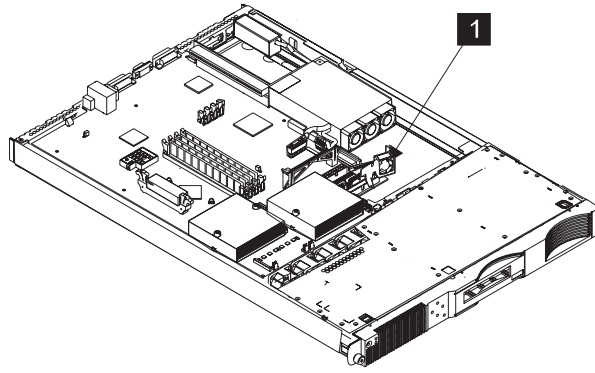

図 170. SAN ポリウム・コントローラー 2145-4F2 ディスク・ドライブ・ファンの取り外し
5. ディスク・ドライブ・ファンの右側を前方にスライドさせて、585 ページの図 170 で示すように、ファン・アセンブリー全体 **1** を取り外します。次にアセンブリーをクリップから引き離します。